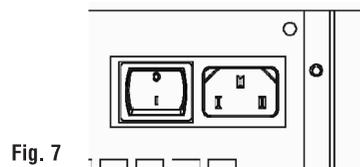

Fig. 7
11. Accedere al pannello comandi ed avviare il refrigeratore (FIG. 7).